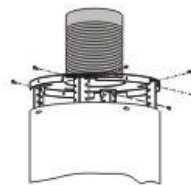

Рис. 13
7. Див. Рис. 13, через круглий отвір діаметром 170 мм на стелі вивести одну сторону розширювальної труби з приміщення і сховати корпус.